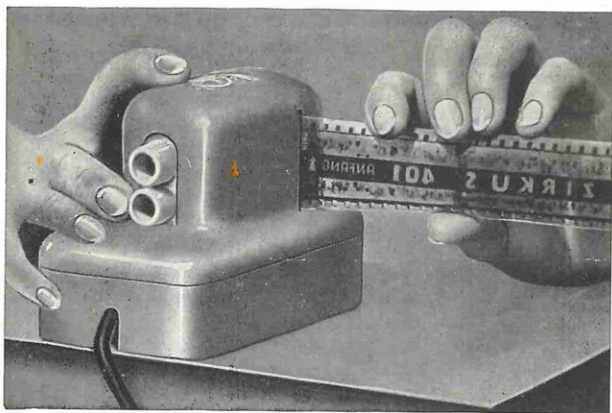

Abb. 6
3. Führe den Film ein gemäß Abb. 6.